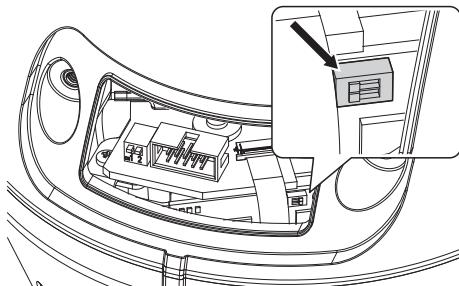

Fig. 103
Mettez sur OFF les DIP switch illustrés dans la figure (Fig. 103, page 48).
- Mettez sur ON les DIP switch de mise en marche de l'UC (Fig. 103, page 48).